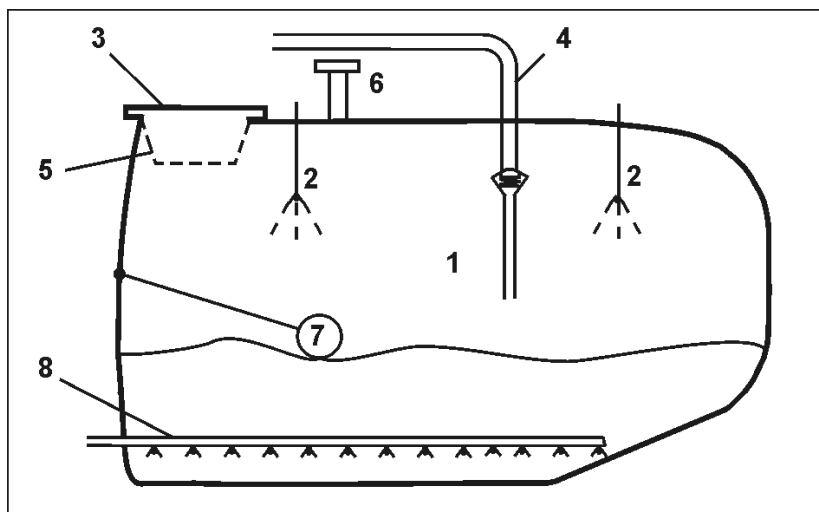

Bild 51
- Den röda markeringen (Bild 51/1) på stödbenets kontrollindikering syns när maskinen vilar på det hydrauliska stödbenet